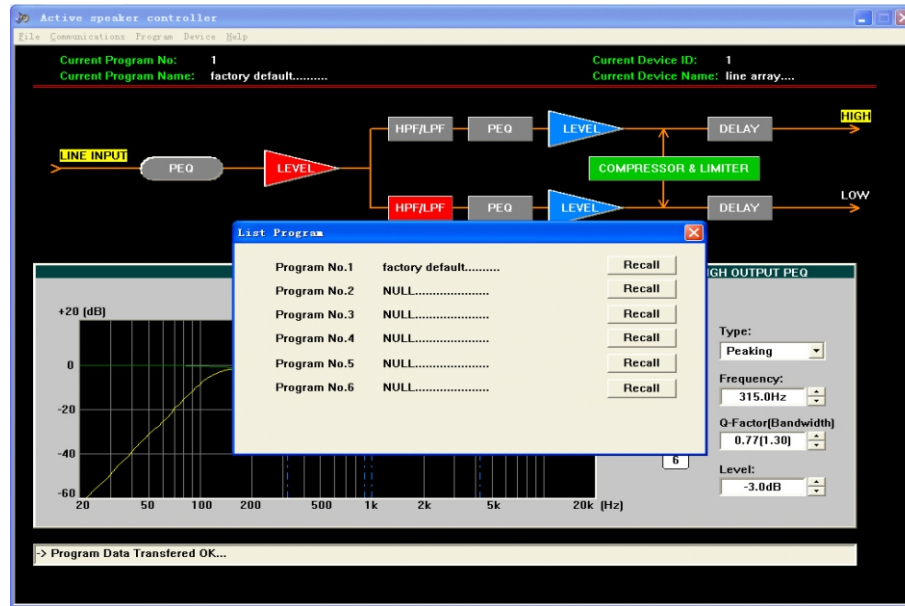

Рис.8
3.3> Файлы (или программы) на устройстве могут быть вызваны через "List Program&Recall" (Список программ и вызов) в меню «Программы». См. рис. 8: